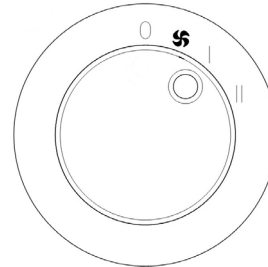

fig. 4
- Para activar la función POTENCIA MÍNIMA, gire la manija "B" (fig. 1) de tal forma que la referencia "I" quede alineada con el símbolo "I", presente en el panel de mandos (fig. 4).